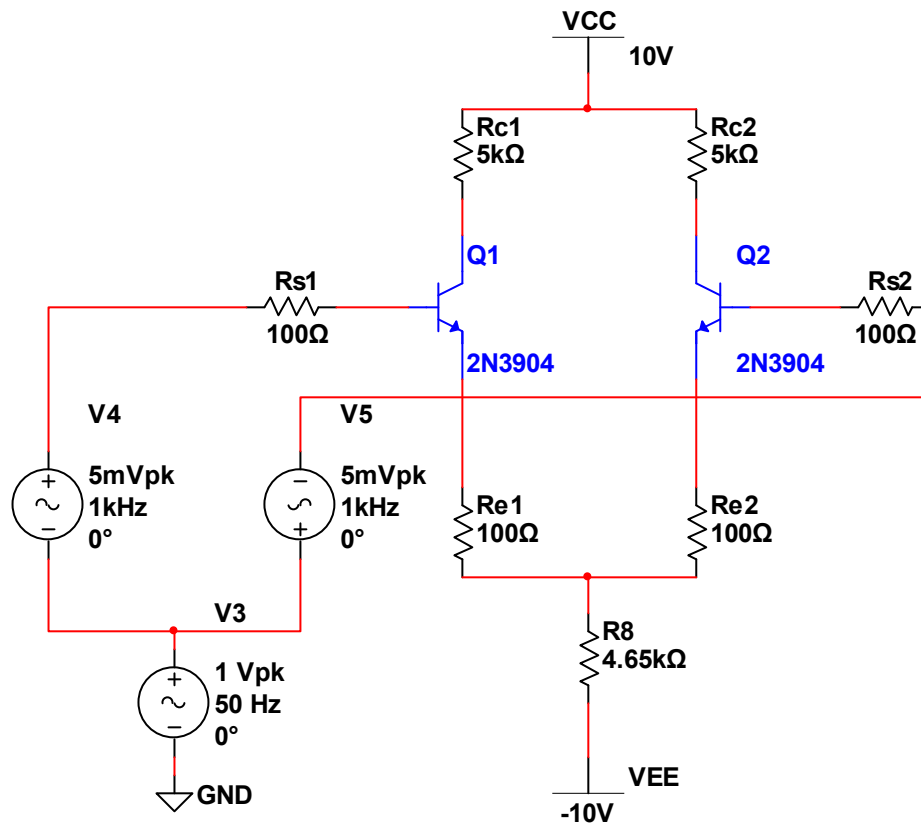

Рис. 4.1.1
1. Собрать схему дифференциального усилителя указанную преподавателем (рис. 4.1.1- 4.1.6), включить на входе схемы источники синфазного и дифференциального сигнала (Компонент AC_VOLTAGE из Group: Sources, Family: SIGNAL_VOLTAGE_SOURCES). и установить значения элементов в соответствии с номером варианта (табл. 4.1.1).